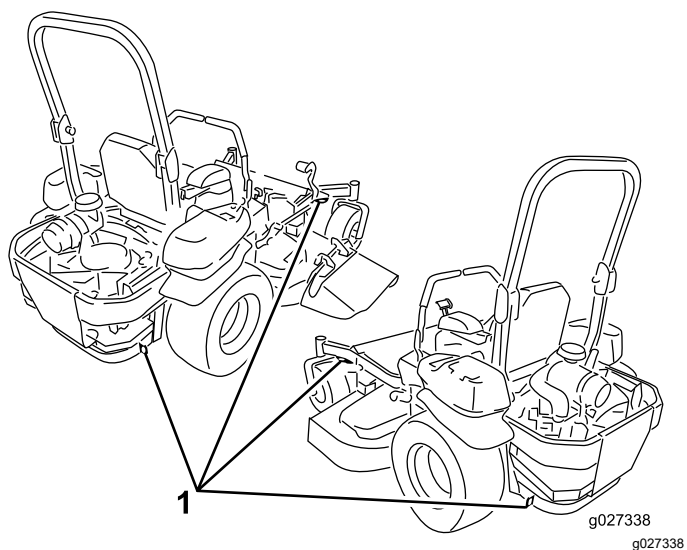

Figure 41
6. Arrimez la machine près des roues pivotantes avant et du pare-chocs arrière à l'aide de sangles, chaînes, câbles ou cordes (Figure 41). Reportez-vous à la réglementation locale concernant les exigences d'arrimage.